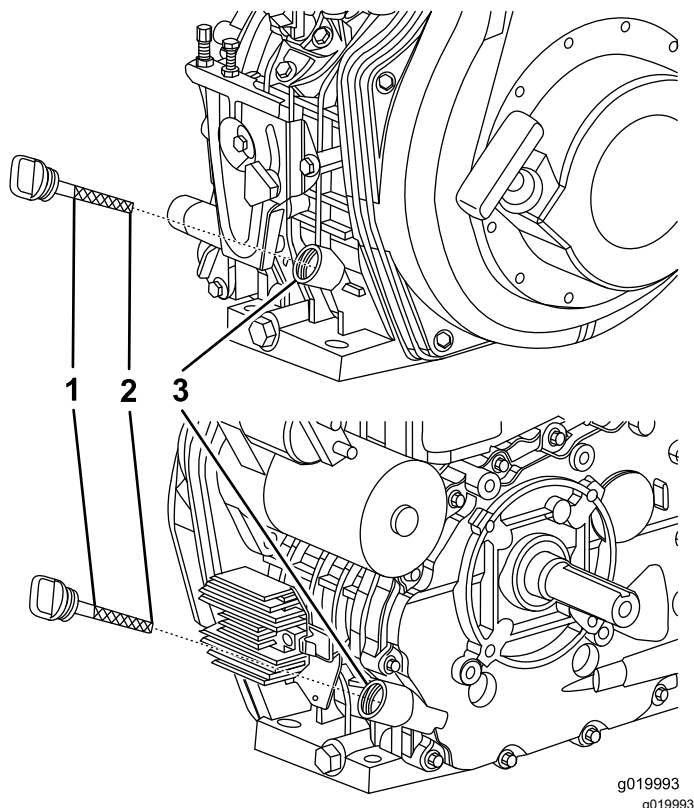

Figura 36
1. Retire la varilla (Figura 36) y vierta aceite lentamente en el orificio de llenado hasta que el aceite esté entre los límites superior e inferior de la varilla.